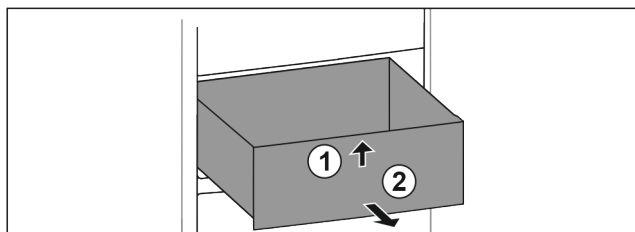

Fig. 120
- Schubfach vorne anheben. Fig. 120 (1)
- Schubfach nach vorne entnehmen. Fig. 120 (2)